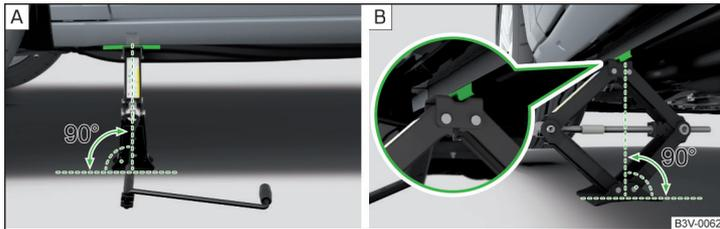

Abb. 330 Wagenheber ansetzen
- » Die Grundplatte des Wagenhebers mit der gesamten Fläche auf einem geraden Untergrund stellen, sodass sich der Heber in senkrechter Position zum Aufnahmesteg befindet » **Abb. 330** - **A**.
- » Den Wagenheber mit der Kurbel so weit hoch drehen, bis die Klaue des Hebers den Steg umfasst » **Abb. 330** - **B**.